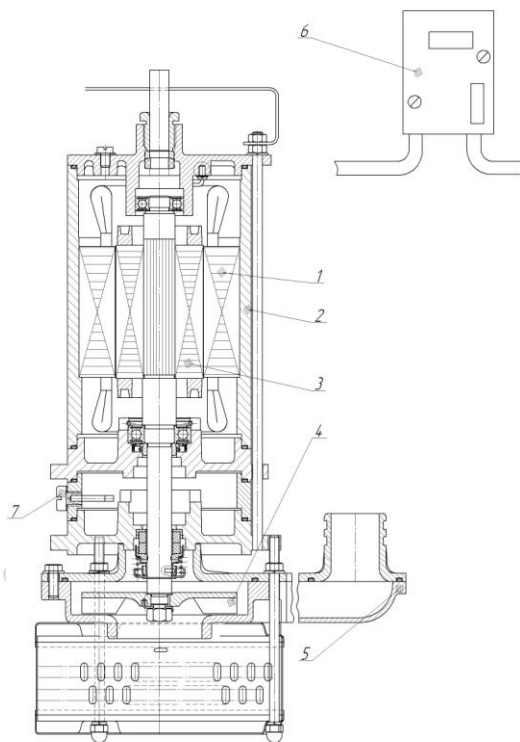

Рис. 1
4. УСТРОЙСТВО И ПРИНЦИП РАБОТЫ (Рис.1)
Примечание. Автоматический выключатель ВА 101-3 приобретается отдельно (Рис.1 поз.6).
СТАТОР (рис. 1, поз.1) – прессованный активный пакет железа, заключенный в гильзу (поз.2).
6.3. Проверить уровень масла. Для этого необходимо окрутить пробку с щупом (рис. 1 поз.7) и убедиться, что уровень масла находится не ниже риски.